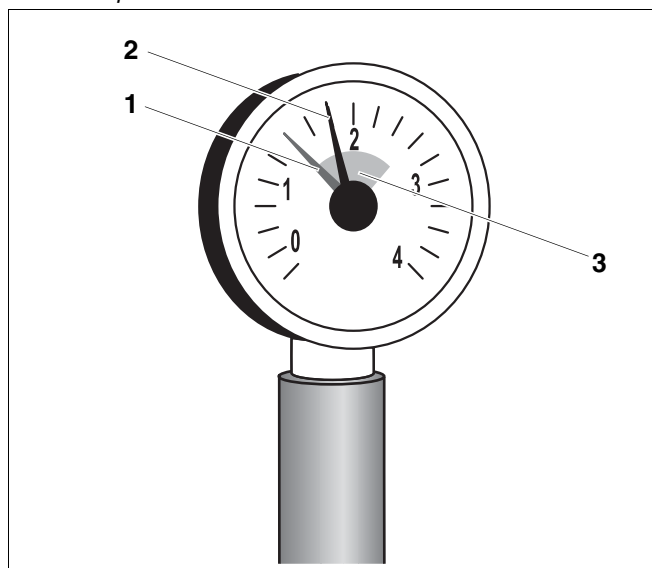

Рис. 4 Манометр для закрытых отопительных установок
В закрытых установках стрелка манометра (рис. 4, поз. 2) должна находиться в зеленой зоне (рис. 4, поз. 3). Красная стрелка манометра (рис. 4, поз. 1) должна быть установлена на требуемое давление.
- Если стрелка манометра (рис. 4, поз. 2) не доходит до зеленой зоны (рис. 4, поз. 3), то давление воды слишком низкое. В этом случае долийте воду в отопительную установку (см. глава 3 "Вода для заполнения и подпитки", стр. 7).